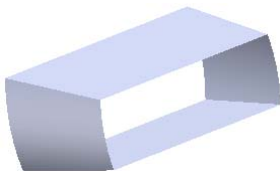
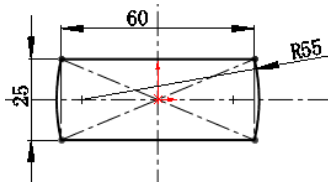

图 5.11.2 曲面-拉伸 1
图 5.11.3 横断面草图
Step2. 创建图 5.11.2 所示的基础特征——曲面-拉伸 1。选择下拉菜单 **插入(I)** **曲面(S)** **拉伸曲面(E)...** 命令，系统弹出“拉伸”对话框；选取前视基准面为草图基准面，绘制图 5.11.3 所示的横断面草图，建立相应约束并修改尺寸，然后选择下拉菜单 **插入(I)** **退出草图** 命令，此时系统弹出“曲面-拉伸”对话框；采用系统默认的拉伸方向，在“曲面-拉伸”对话框 **方向1** 区域的下拉列表中选择 **给定深度** 选项，输入深度值 35.0，然后在 选项中输入拔模角度值为 5.0；单击对话框中的 按钮，完成曲面-拉伸 1 的创建。